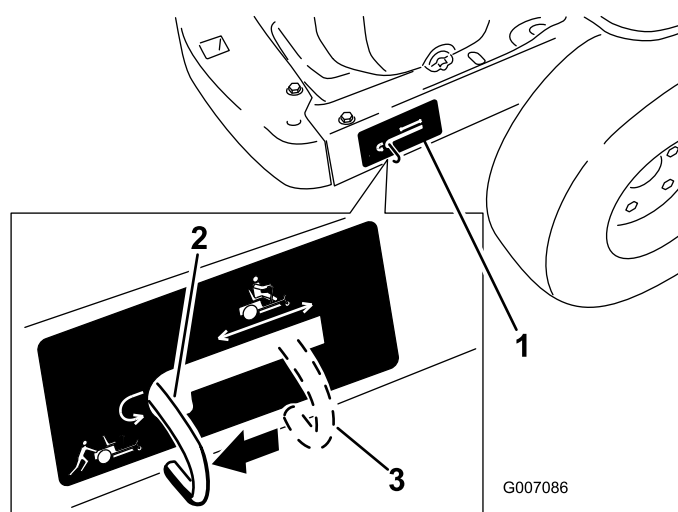

Figure 20
4. Déplacez les leviers de dérivation en arrière, puis abaissez-les pour les bloquer en place comme illustré à la Figure 20 et désengager les moteurs de roues. Répétez cette procédure de chaque côté de la machine.
Levez les leviers de dérivation et poussez-le en avant jusqu'au **centre** de la fente horizontale (Figure 20) pour engager les moteurs de roues.